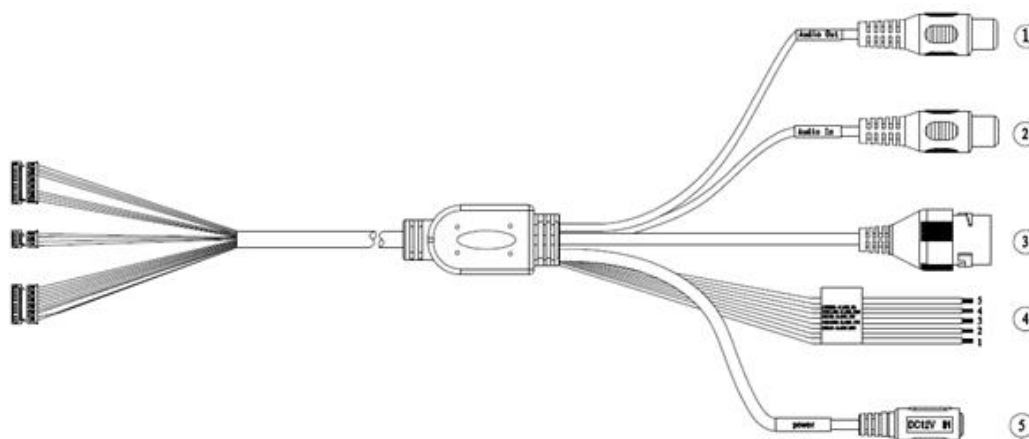

Рисунок 3
4.3 Протяните соединительные провода через кронштейн и подключите в соответствии со схемой внешних подключений (рис.3) и соблюдением полярности. Неверное соединение может привести к повреждению и/или неправильному функционированию оборудования.